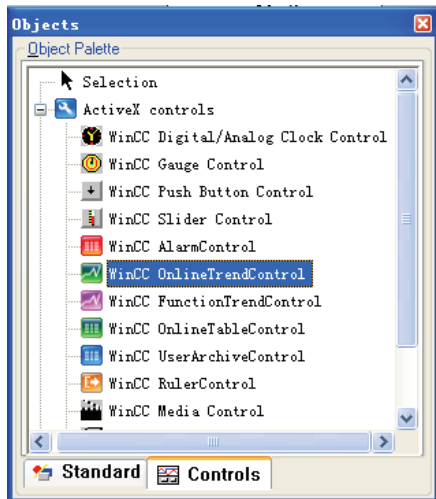
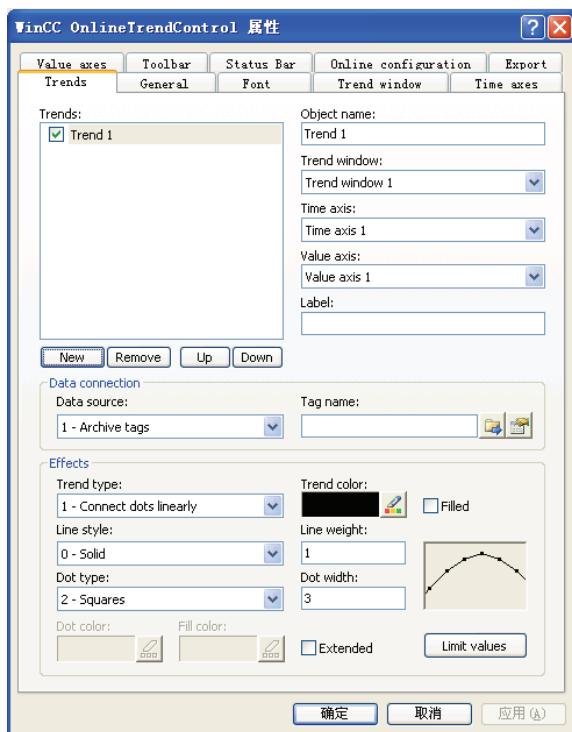

图 7-23 WinCC OnlineTrendControl
图 7-24 “WinCC OnlineTrendControl 属性”对话框
1) 在图形编辑器的“Object Palette”上，选择“ActiveX controls”选项卡上的 WinCC Online Trend Control，如图 7-23 所示，将其拖入到画面编辑区至满意尺寸后释放，此时，“WinCC OnlineTrendControl 属性”对话框自动打开，如图 7-24 所示，关闭属性对话框后也可通过鼠标右键单击选择“Configuration Dialog...”来打开。